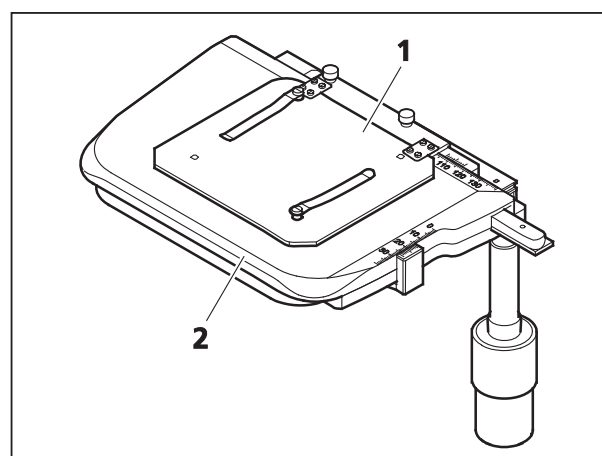

Fig. 2-16 Platine à mouvements croisés pour lumière réfléchie 75x30 R avec surplatine
- Platine à mouvements croisés pour lumière réfléchie (Fig. 2-16/2) pour la réception, le positionnement et la fixation de préparations à observer en lumière réfléchie, avec surplatine (Fig. 2-16/1) et valets.